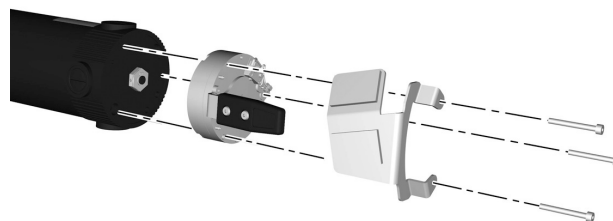

Abbildung 59. Die Magnetbremse ist mit drei Schrauben befestigt.
1. Magnetbremse mit den drei Schrauben montieren, der Entriegelungshebel muss nach außen zeigen. Siehe Abbildung. 59.